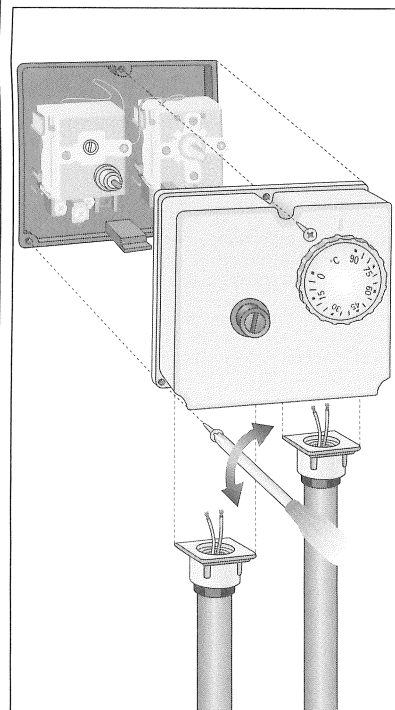

fig.5 - εικ.5
B) Verwijder het kapje door de drie schroeven los te draaien. Leid de draden van de installatie door de draadleiders en verbind de draden met het klemmenblok (fig.5) zoals aangegeven in de volgende paragraaf "elektrische aansluitingen". Zet het kapje weer op het produkt.
B) Desmonte la tapa del aparato desenroscando los tres tornillos. Lleve los hilos del aparato por el correspondiente pasacables y concéctelos a la regleta de bornes (fig.5) como se indica en el punto siguiente "Conexiones eléctricas". Vuelva a fijar la tapa al aparato.
B) Retirar a tampa do aparelho desparafusando os três parafusos. Passar os fios através do passa cabos e fazer as ligações nos bornes (fig.5) como indicado no paragrafo "Ligações elétricas". Recolocar a tampa. NOTA: Ver fig.6.